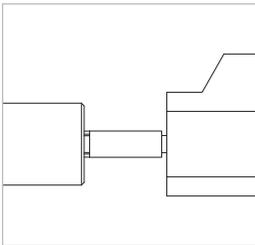

Abbildung 3
▶ Greifen Sie den Prüfling und stecken Sie ihn gerade und bis zum Anschlag auf den Adapter (*Abbildung 3*). Dadurch wird eine Beschädigung der Frontdichtung durch eventuell scharfe Kanten am Prüfling vorgebeugt und das richtige Anschließen gewährleistet.